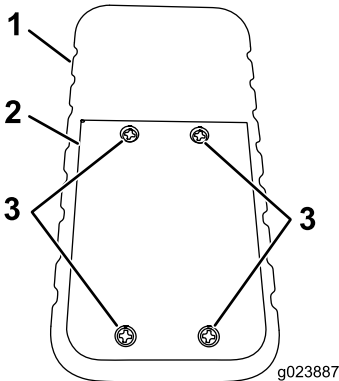

Figure 55
1. Desserrez les 4 vis qui fixent le couvercle des piles (Figure 55).